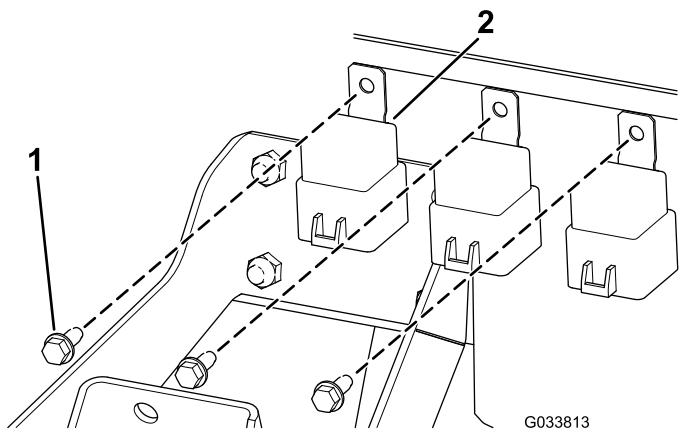

Bild 7
1. Installieren Sie die drei Relais im Armaturenbrettrahmen mit den drei Sechskantschrauben ($\frac{1}{4}$ " x 5/8"), wie in Bild 7 abgebildet.